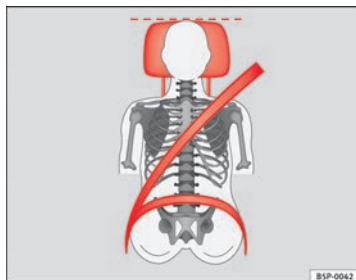
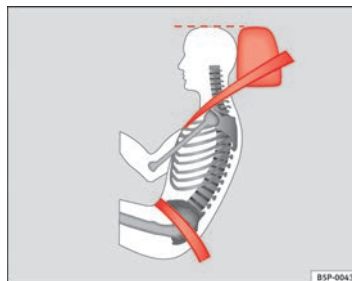

Fig. 87 Visto de frente:
Fig. 88 Visto de lado:
- Ajuste el apoyacabezas de modo que el borde superior del mismo quede a la misma altura que la parte superior de la cabeza, como mínimo a la altura de los ojos ⇒ fig. 87 y ⇒ fig. 88.